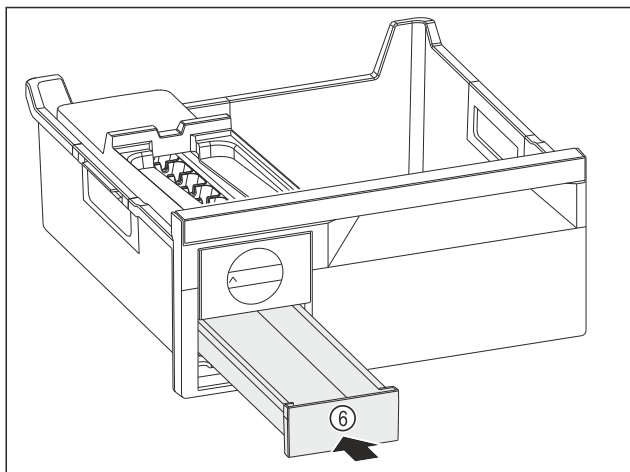

Fig. 110
- ▶ Wsunąć szufladę na kostki lodu Fig. 110 (6).